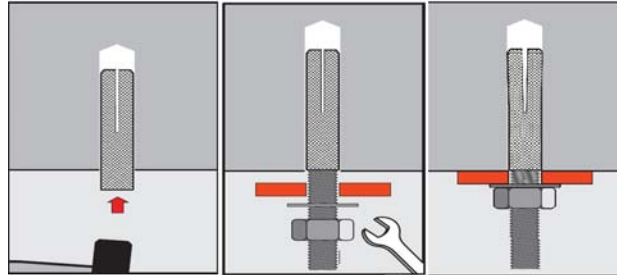

Рисунок 4. Установка латунного разрезного анкера.
- зафиксировать шпильку гайкой с шайбой кузовной (Рис. 4)